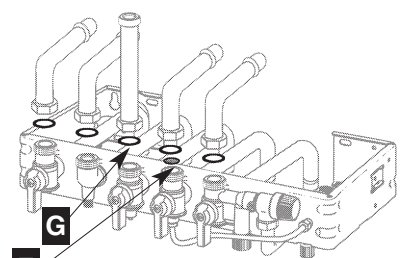

Fig. 11
- mettre en place les différents joints, **G (caoutchouc)** sur le gaz, plus le filtre **eau F sur l'eau froide**, et serrer les raccords des tubes de liaison en commençant par le tube gaz (fig. 11)